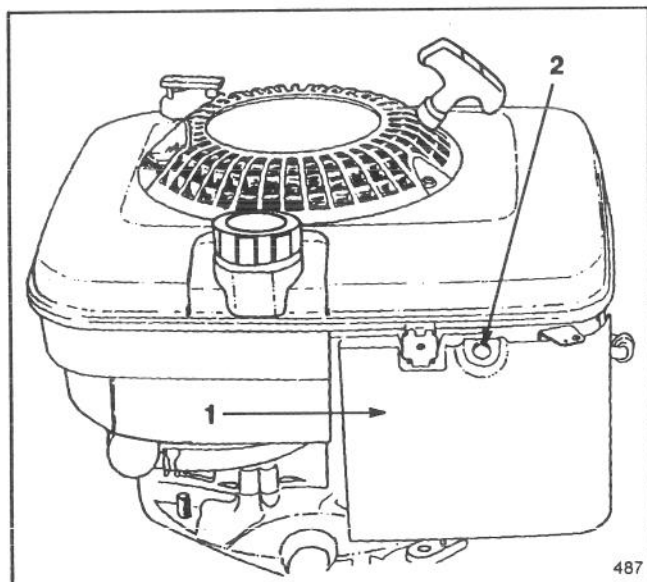

Figure 15
2. Retirer la vis de fixation du couvercle du filtre à air sur le moteur (Fig. 15). Basculer le couvercle vers l'avant et le nettoyer soigneusement.